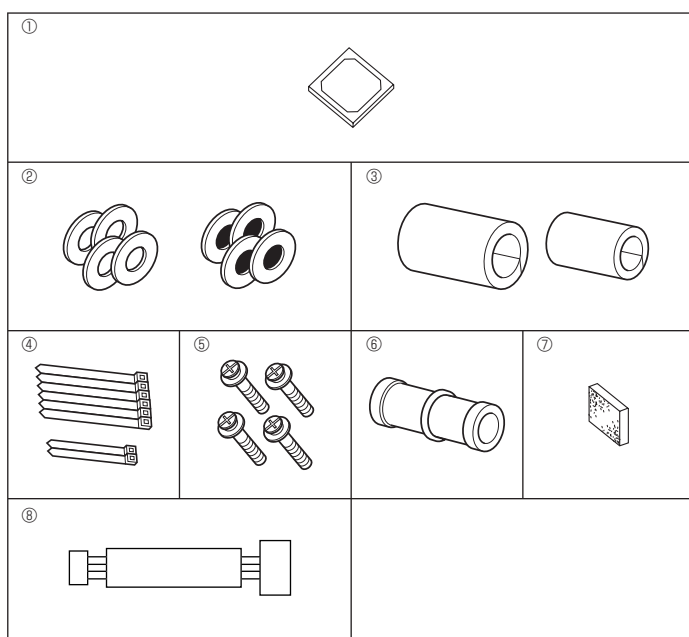

Fig. 2-1
2.1. Controllare gli accessori dell'unità interna (Fig. 2-1)